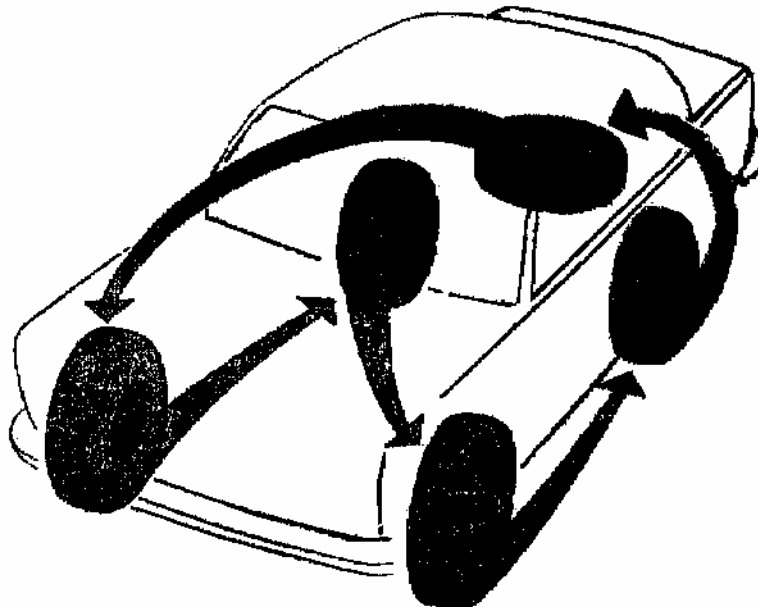

Fig. 4
- Prendre cette dernière et la reposer en arrière droit (fig.4).